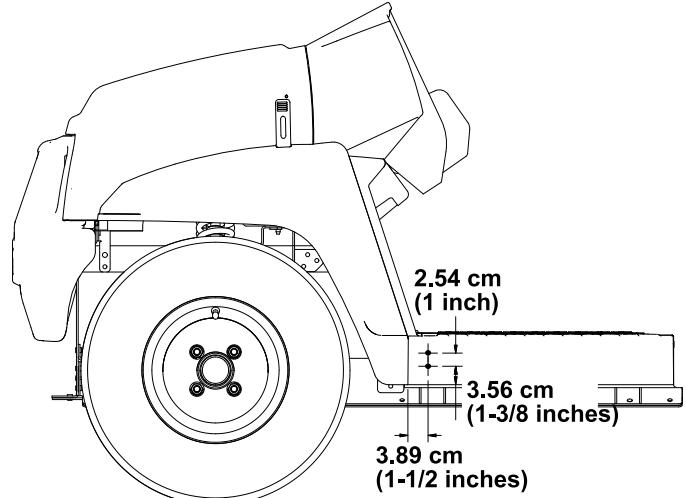

Bild 23
1. Verwenden Sie die in Bild 23 abgebildeten Abmessungen und bohren Sie zwei 5/16" große Löcher in die Außenseite der Bodenplatte an der linken und rechten Seite der Maschine.